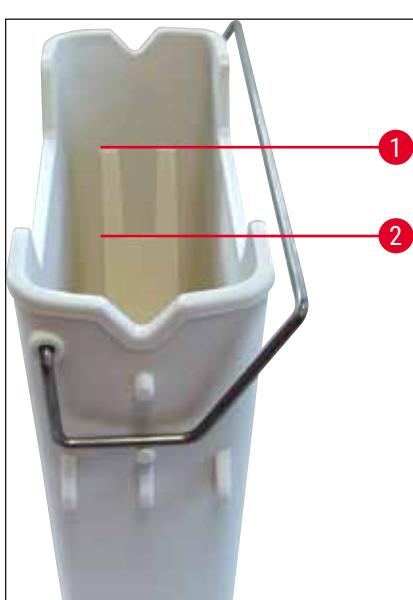
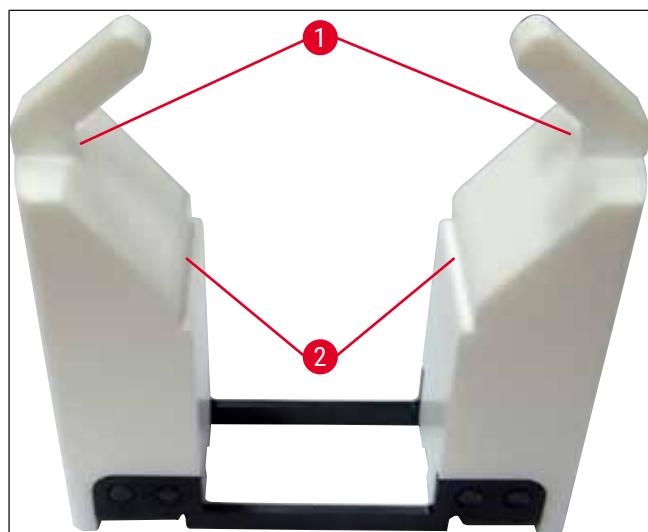

Fig. 65
Fig. 66
Kontroller om håndtaket til reagensbeholderen er riktig festet til reagensbeholderen. Er det ikke det, må håndtaket festes i henhold til (→ "Fig. 65").
- Følg med på fyllnivåmerkene på innsiden av reagensbeholderne (→ "Fig. 65") (→ "Fig. 66") når du fyller på begge reagensbeholdertypene.
- Hvis reagensbeholderne (eller de oppvarmede reagensbeholderne) har innsatser for spesialfarger (→ "Fig. 66") for å redusere reagensvolumet, skal de settes inn i reagensbeholderen først. Fyll deretter reagensen til det angitte minimumsnivået (→ "Fig. 66-2") eller mer, men ikke over det maksimale påfyllningsnivået (→ "Fig. 66-1").